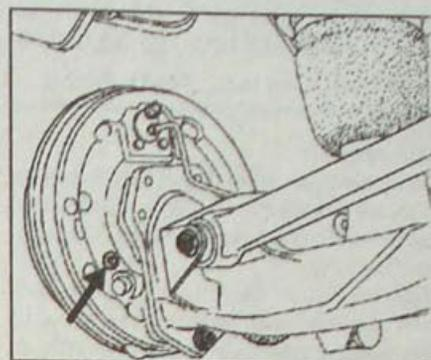

Рис. 12.9. Расположение заглушки в опорном щите тормозных колодок
• Достаньте заглушку из опорного щита тормозных колодок, чтобы привести в нерабочее положение автоматическую систему компенсации износа тормозных колодок (рис. 12.9). Выведите палец рычага из тормозной колодки для чего отверткой нажмите на рычаг ручного привода колодок и сместите его. После этого отведите рычаг от колодки, сдвинув его назад.